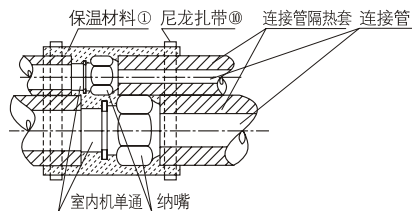

图7
- 3 管道安装后用附件①保温材料包住所有扩口管连接部分，如图7。